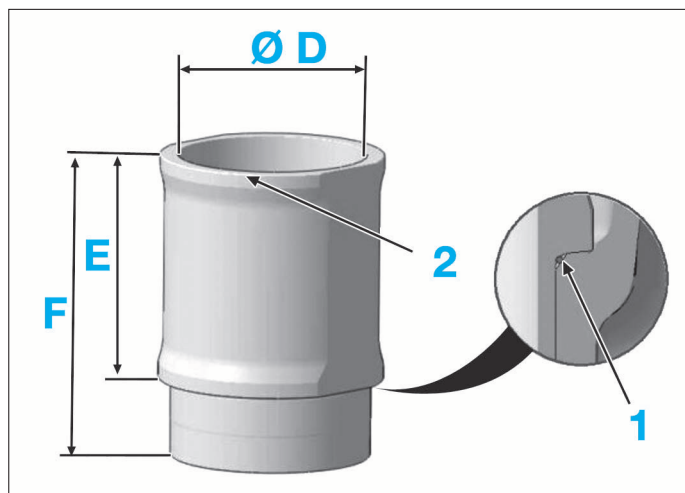

FIG. 9
L'étanchéité des chemises avec le bloc moteur est assurée par un joint torique (1) (Fig.9).